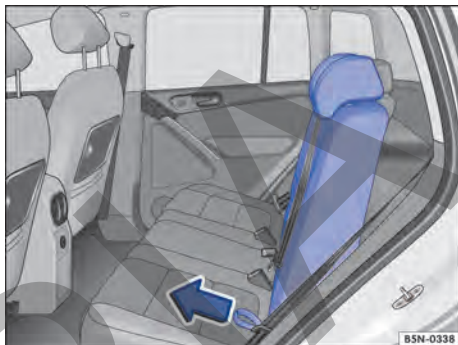

Fig. 94 Asiento trasero: abatir y levantar el respaldo.
- Tire del lazo → fig. 94 hacia delante en el sentido de la flecha, sujete al mismo tiempo el respaldo del asiento y abátalo despacio hacia delante → ⚠.